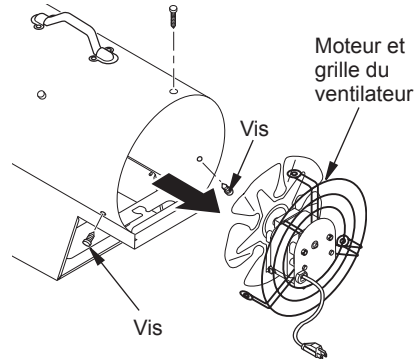

Figure 6 - Enlèvement du moteur et de la grille du ventilateur de l'habitacle
2. Retirez le moteur et la grille du ventilateur de l'habitacle (voir Figure 6).
- Retirez le moteur et la grille du ventilateur de l'habitacle (voir Figure 6, page 7).